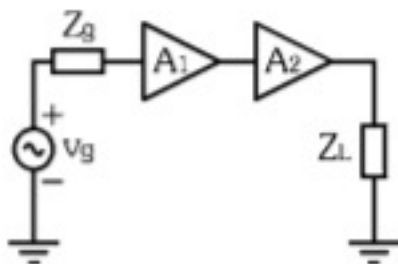

Figura 7.44 - Amplificador de áudio em dois estágios.
7.2) Considere o amplificador de áudio da Figura 7.44 formado por dois estágios ( $A_1$  e  $A_2$ ) ligados em cascata.